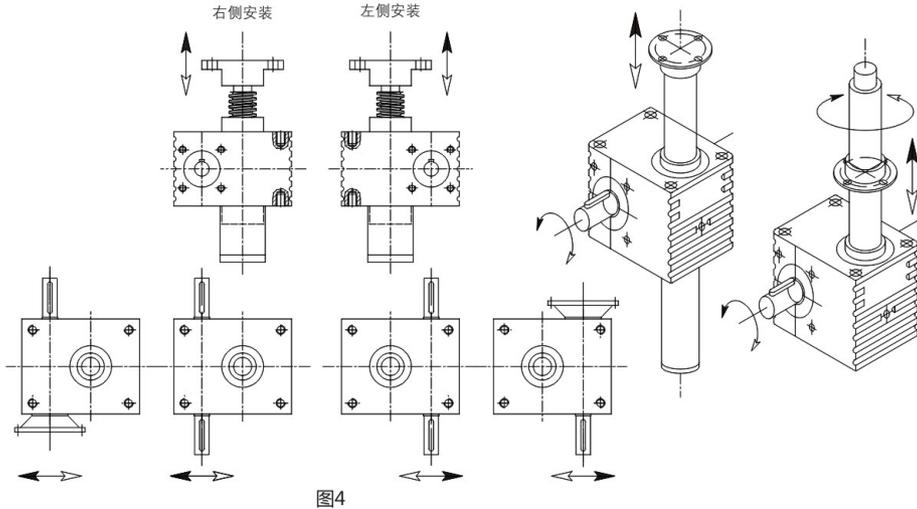

图4
1.2.2 图4 表示升降机的输入轴旋转方向和丝杆运行方向的关系，以及各种输入形式和安装方式。